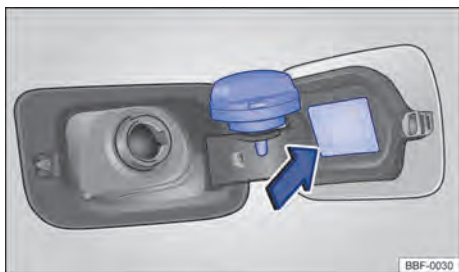

Fig. 178 Portezuela del depósito de combustible abierta con el tapón de cierre del depósito de combustible colgado.
- Retirar la tapa del depósito girándola en sentido antihorario y encajarla en el soporte de la portezuela del depósito → fig. 178.